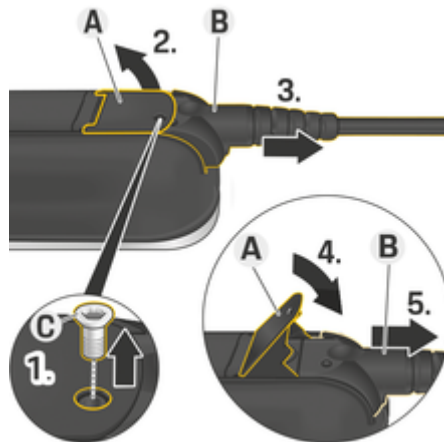

Abb. 8: Kabel lösen
1. Schraube **C** (Abb. 8) mit einem geeigneten Werkzeug lösen.
2. Hebel **A** (Abb. 8) anheben.
3. Stecker **B** (Abb. 8) bis zum ersten Widerstand herausziehen.
4. Hebel **A** (Abb. 8) schließen.
5. Stecker **B** (Abb. 8) vollständig herausziehen.